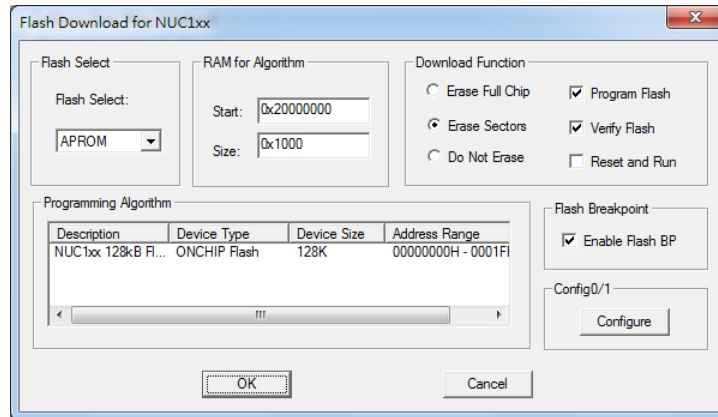

Figure 4-13 Nu-Link Adapter 烧录设置
Step 7: 点击 **Settings** 按钮打开 *Flash Download* 页面, 参见 Figure 4-13 , 这样, 用户就能使用 Nu-Link Adapter 指定这些选项来烧录程序。